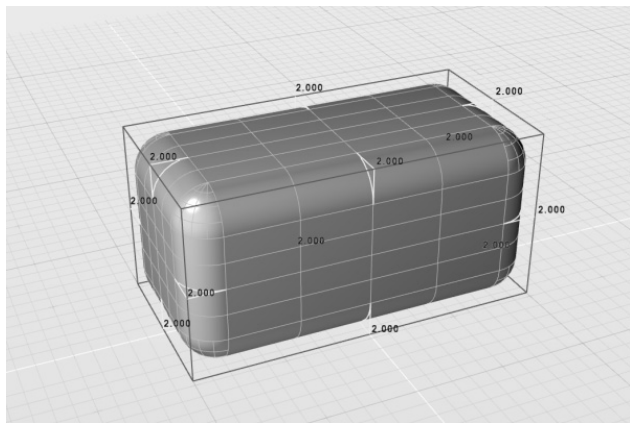

图 4-156 切换至“编辑参数”模式
4) 保持对象处于选中状态，切换到“编辑参数”模式，可见插入所有倒圆角的插入位置，如图 4-156 所示。